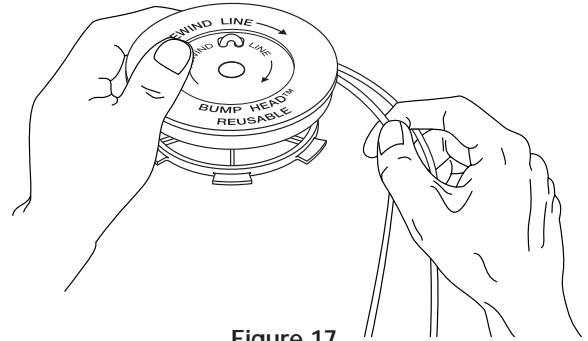

Figure 17
7. Bobine las líneas en capas parejas y ajustadas sobre el carrete (Fig. 17). Bobine la línea en la dirección indicada en el carrete interior. Coloque su dedo índice entre las dos líneas para evitar que se superpongan. No superponga los extremos de la línea. Proceda al paso 11.